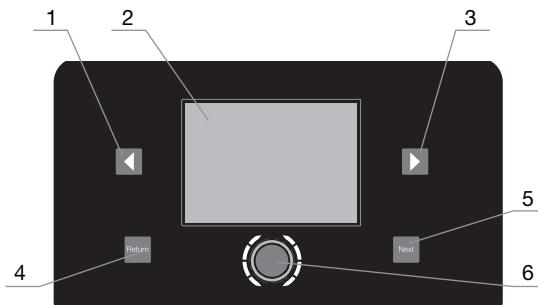
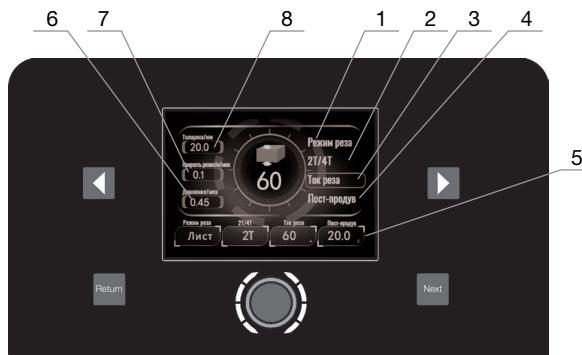

Рис. 3.3
Рис. 6.1
1. Нажмите на кнопку 4 (Рис. 3.3) для перехода в меню выбор языка.
2. Вращайте регулятор 6 (Рис. 3.3) для выбора языка (английский или русский).
3. Подтвердите нажатием на регулятор 6 (Рис. 3.3) для выхода в главное меню.
1. Кнопкой 1 или 3 (Рис. 3.3) перейти на индикацию режима реза.
2. Кнопкой 1 или 3 (Рис. 3.3) перейти на индикацию режима работы резака.
3. Кнопкой 1 или 3 (Рис. 3.3) перейти на индикацию тока реза. Регулятором 6 (Рис 3.3) настроить необходимый ток реза, при этом возможно учитывать подсказку по толщине разрезаемого металла- позиция 8 (Рис. 6.1)
4. Кнопкой 1 или 3 (Рис. 3.3) перейти на индикацию режима Пост-продув.